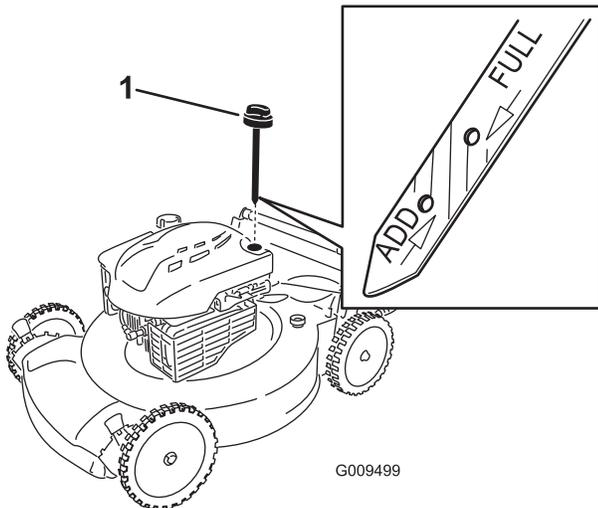

Figura 4
1. Retire la varilla (Figura 4).
2. Vierta lentamente aceite en el tubo de llenado hasta que el nivel llegue a la marca "Full" (lleno) de la varilla (Figura 4). **No llene demasiado.**